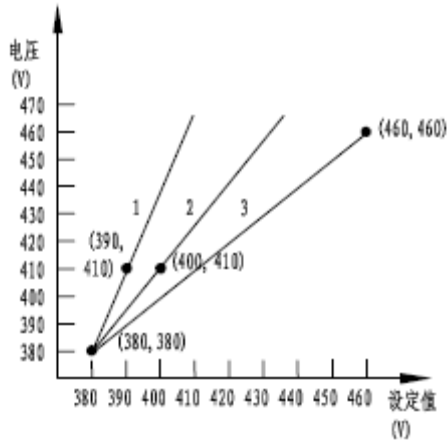

图1 过压动作曲线
4.3 Рабочие характеристики перенапряжения/ падения напряжения, см. рис. 1 и рис. 2